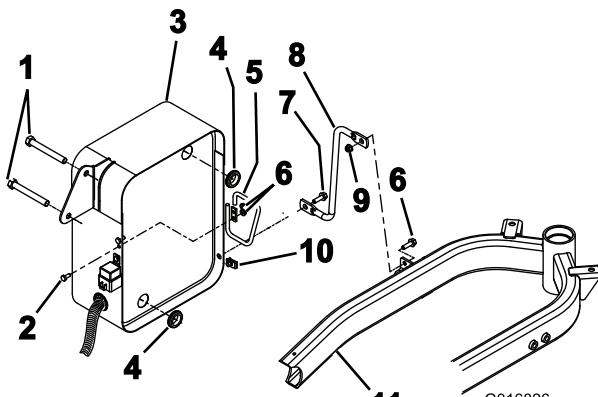

図4
1. オイルクーラサポートの背面にゴム製ハトメ(2個)を取り付ける(図4)。
3. ワイヤフォームブレースの上端部をフレームに取り付け、下端部をシリンドラマウントに取り付ける；六角ヘッドフランジボルト(5/16 x 1 インチ)(2本)、フランジナット(5/16 インチ)(1個)、ティネマンナット(1個)を使用する(図4)。
注 3輪駆動キットが取り付けられている場合には、ワイヤフォームブレースは、2本の油圧ホースの間に取り付ける。また、2本のホースが通れるように、オイルクーラサポートの側面にホースワイヤフォームを取り付ける；六角ヘッドボルト(1/4 x 5/8 インチ)(2本)と六角フランジナット(1/4 インチ)(2個)を使用する(図4)。